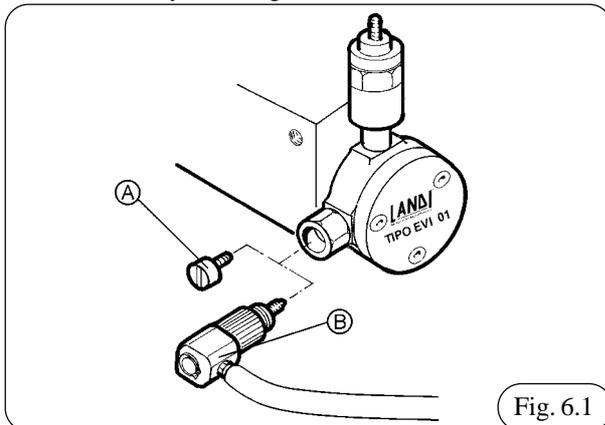

Fig. 6.1
- 1) Relier le dispositif de diagnostic de la pression de travail du système fig 6.1
-L'essai fini, enlever le dispositif de diagnostic de la pression de travail B et visser le bouchon A fig. 6.1.